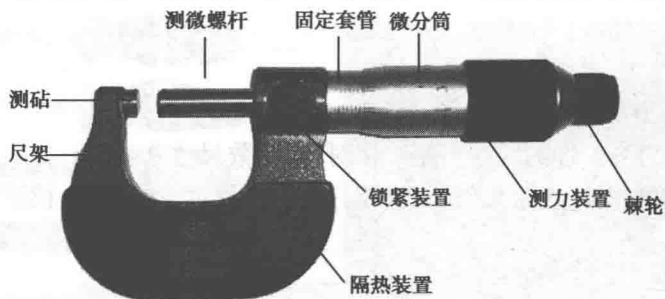

图 1-10 千分尺结构
(1) 外径千分尺:外径千分尺用来测量工件的外径、长度。按其测量范围分有 $0\sim 25\text{mm}$ 、 $25\sim 50\text{mm}$ 、 $50\sim 75\text{mm}$ 、 $75\sim 100\text{mm}$ 、 $\dots$ 、 $275\sim 300\text{mm}$ 等规格。
① 外径千分尺使用:外径千分尺的结构如图 1-10 所示。测量前应检验两测量面贴合时,两个套筒上的刻度都在零线位置,否则应调整后再使用。转动微分筒,测微螺杆便沿着套筒轴向方向移动,两测量面接触工件,转动棘轮,超过一定压力时棘轮就滑动,发出吱吱响声,转动锁紧装置,可将螺杆固定在某一位置,锁定千分尺读数,这时可读出工件尺寸。